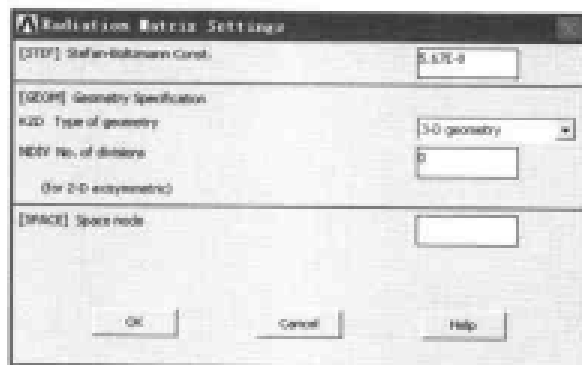

图 11-22 辐射矩阵设置对话框
(1) 选择 Main Menu | Radiation Opt | Matrix Method | Emissivities 命令, 出现 Define Emissivities 对话框, 在 MAT Material number 文本框中输入 1, 在 EVALU Emissivity value 文本框中输入 0.8。
(2) 单击 Apply 按钮, 在 MAT Material number 文本框中输入 2, 在 EVALU Emissivity value 文本框中输入 0.6, 单击 OK 按钮关闭该对话框。
(3) 选择 Main Menu | Radiation Opt | Matrix Method | Other Settings 命令, 出现 Radiation Matrix Settings 对话框, 在 [STEF] Stefan-Boltzmann Const. 文本框中输入 $5.67E-8$, 在 K2D Type of geometry 下拉列表框中选择 2D geometry 选项, 如图 11-22 所示, 单击 OK 按钮关闭该对话框。